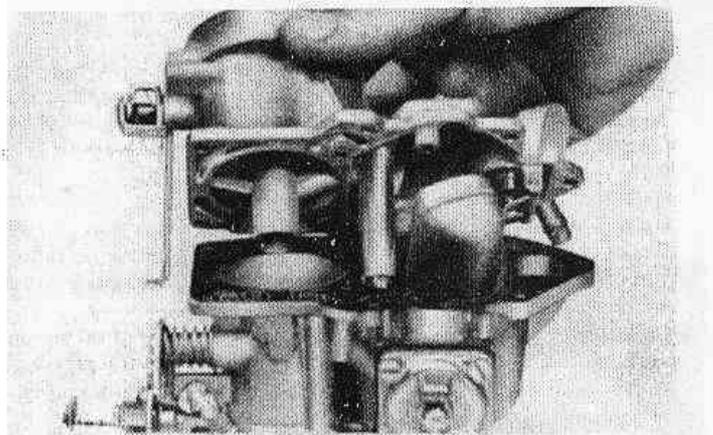

Рис. 3.16. Снятие верхней половины корпуса карбюратора (Разд. 22)
2. *Ручная воздушная заслонка:* Выверните винты и снимите корпус карбюратора. Отсоедините тягу заслонки и выньте ее из корпуса карбюратора (Рис. 3.16).